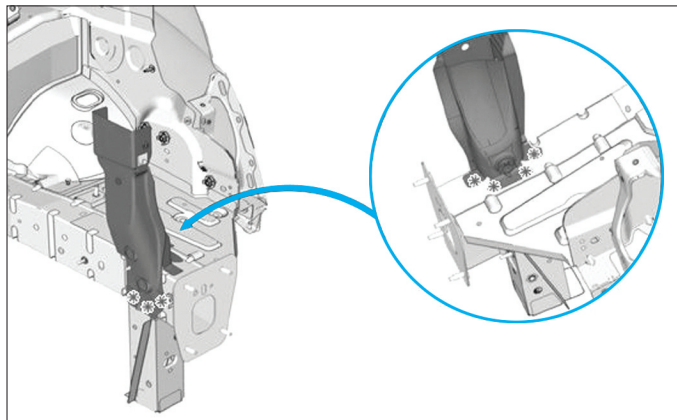

FIG. 14
- Découper les points (Fig.14).